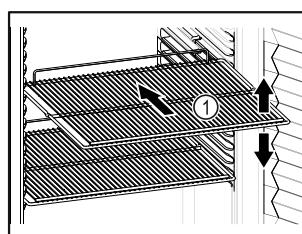

Fig. 56 Приближене відображення
- Якщо решітки для зберігання Fig. 56 (1) знімні, відрегулювати по висоті.